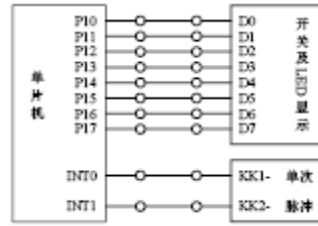

图 4-1 外中断实验接线图
| 图 4-1 外中断实验接线图 .....     | 2 |
- <1> 按图 4-1 连接实验电路；